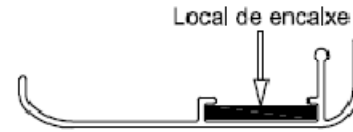

Figura 3
5. Encaixe esta aba no local indicado (figura 3) na guarnição, na ponta com o 45°.